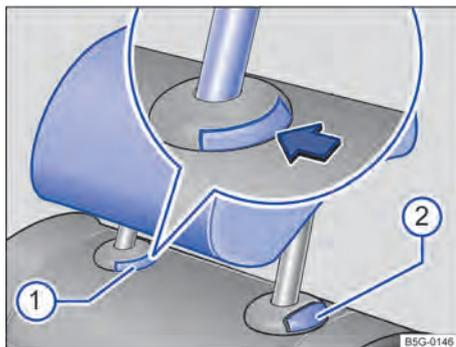

Fig. 46 Remover o apoio para cabeça traseiro.
- Pressionar o botão \Rightarrow Fig. 46 na guia do apoio para cabeça.